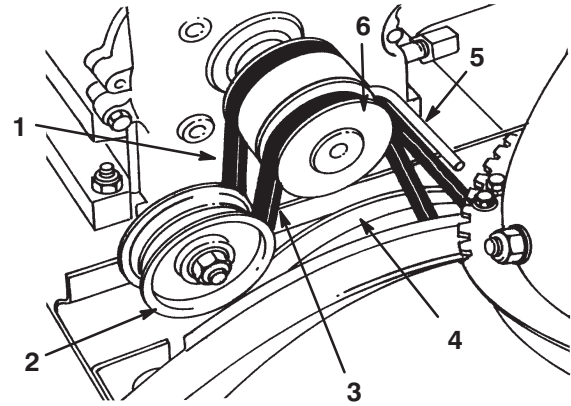

Bild 24
1. Bund-bolzen (2)
5. Lösen Sie die Riemenführung (Bild 24).
6. Den Antriebsriemen für Spindel/Gebläserad von der Motorscheibe und der großen Schnecke-/Gebläseradscheibe abnehmen (Bild 24).
11. Den Fahrantriebsriemen von der Motorscheibe und der großen Antriebsriemenscheibe abnehmen (Bild 24).
13. Legen Sie den Riemen vorne um die Motorscheibe. Achten Sie dabei darauf, dass sich der Riemen an der Innenseite der Riemensführung befindet (Bild 24).
18. Legen Sie den Antriebsriemen für Schnecke/Gebläserad um die große Riemenscheibe für Schnecke/Gebläserad und um die Motorscheibe. Achten Sie dabei darauf, dass sich der Riemen auf der Innenseite der Spannscheibe und Riemensführung befindet (Bild 24).
4. Lösen Sie die Riemenführung (Bild 24).
5. Den Antriebsriemen für Spindel/Gebläserad von der Motorscheibe und der großen Schnecke-/Lauf rad-scheibe abnehmen (Bild 24).
6. Montieren Sie an der großen Riemenscheibe der Schnecke/des Gebläserads einen neuen Riemen (Bild 24).
7. Legen Sie den Riemen um die Motorscheibe. Achten Sie dabei darauf, dass sich der Riemen an der Innenseite der Riemenführung befindet (Bild 24).